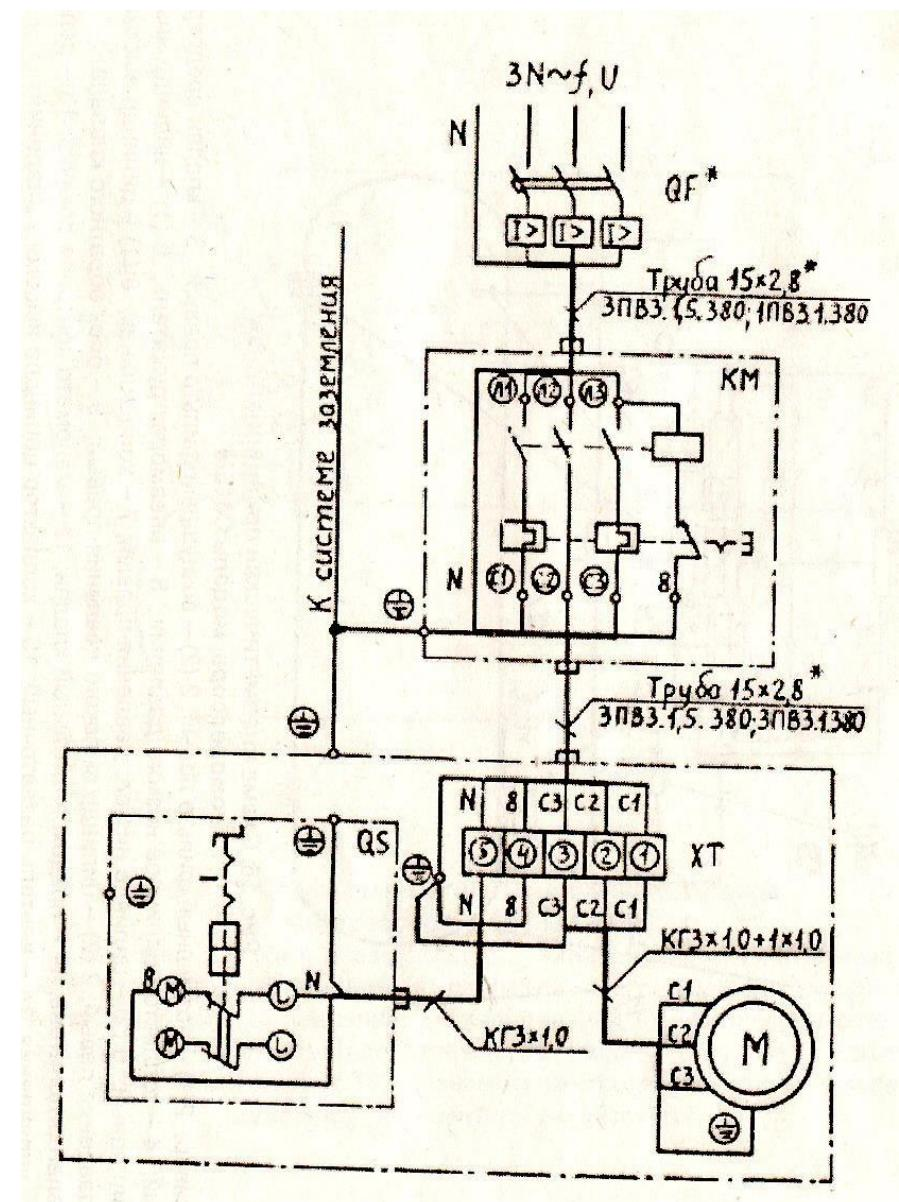

Рис. 17. Схема электрическая принципиальная и соединений компрессора модель C415M.
4.3.1. Компрессор выпускается для подключения в трехфазную четырехпроводную сеть с напряжением 380 В, 50 Гц (рис. 17 и 18).